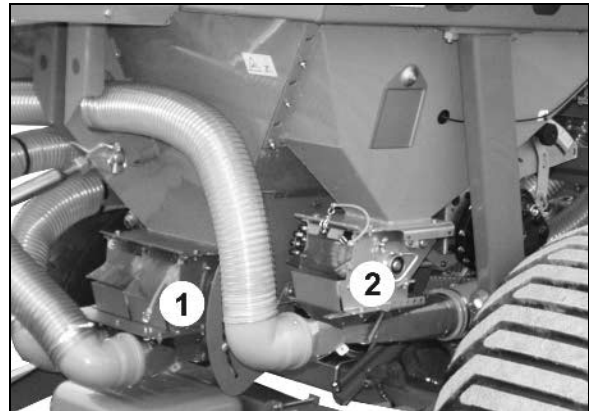

Рис. 18
- 2 дозатора для семян (Рис. 18/1)
- один дозатор для удобрений, опция (Рис. 18/2)